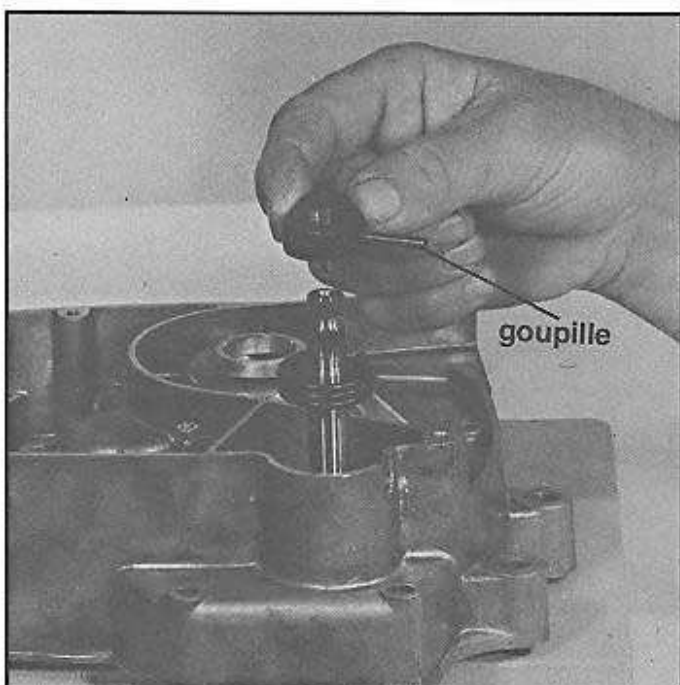

Fig. 55
- Chasser la goupille (fig. 55).